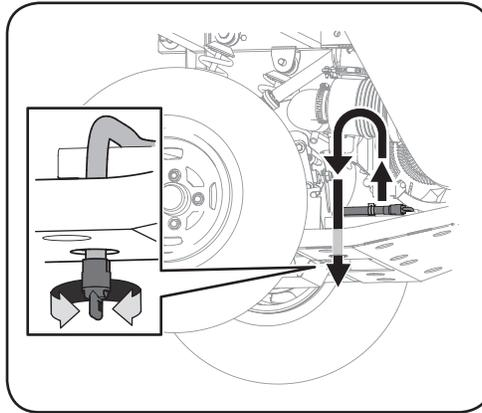

Figure 6-2
1. Placez le boyau de vidange d'huile dans le trou le plus proche du boyau. Voir Figure 6-2.
2. Tournez le bouchon dans le sens anti-horaire, puis laissez l'huile couler dans un récipient approprié. Voir Figure 6-2.